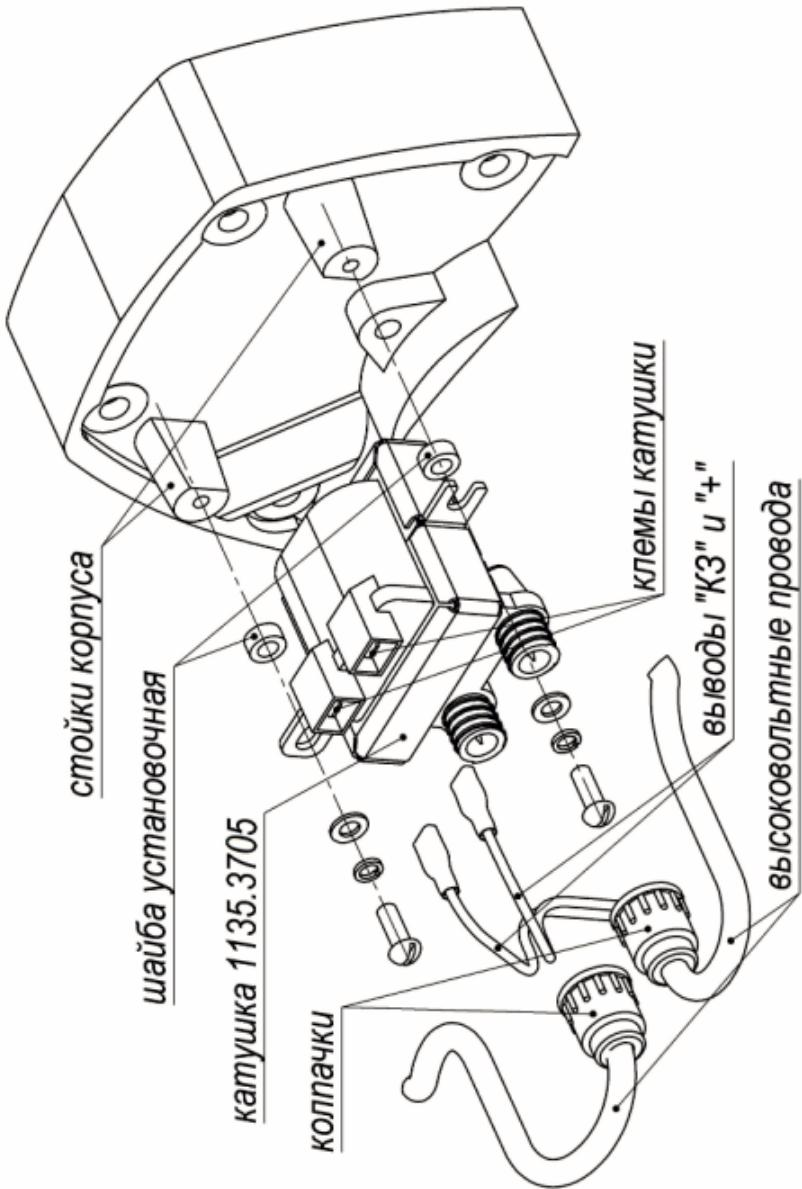

Рис. 4. Схема установки катушки 1135.3705 на мотоциклы
5.5. Установите поршень мотоцикла в верхнюю мертвую точку (ВМТ). Один из выводов "+", идущий от модуля зажигания, подсоедините через переходник к плюсовому проводу от замка зажигания (см. рис.4, переходник и второй вывод «+» предусмотрены для удобства монтажа МПБСЗ). Включите зажигание. Отпустите винты крепления МПБСЗ и поворачивая корпус добейтесь, чтобы индикаторный светодиод на модуле зажигания потух (он загорается при проходе воздушного зазора модулятора через датчик). Таким образом, индикатор должен погаснуть в момент входа металла модулятора в датчик.